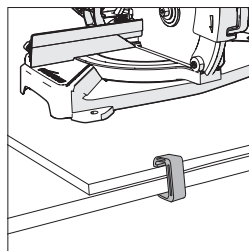

Fig. 2
- Utilice abrazaderas-G para fijar el tablero de montaje a la superficie de trabajo (**Fig. 2**).